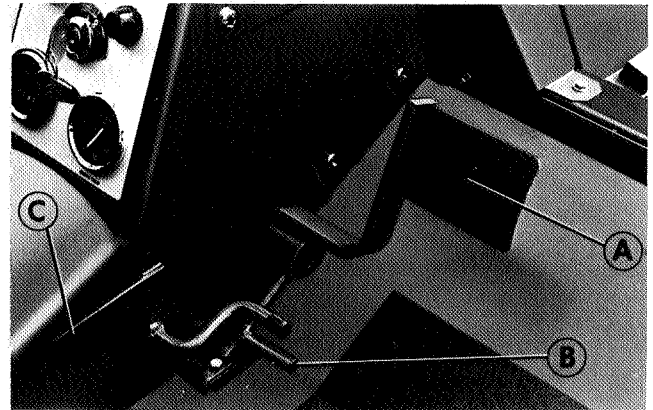

Abb.23
4. Engage the cutting cylinder drive by gently moving the lever down (C Fig.23)
4. Schneidzylinderantrieb durch langsames Senken des Schalthebels in Betrieb setzen (C Abb.23)
4. Engagez la transmission du cylindre de coupe en abaissant le levier lentement. (C Fig.23)
4. Schakel de maaicilinderaandrijving in door de hendel voorzichtig naar beneden te duwen (C. Afb.23)